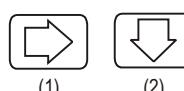

Рис. 2
7.1.3. Переключение между циклами осуществляется с помощью кратковременного (менее 2-х секунд) одновременного нажатия кнопок на крышке процессора (рис. 2).
7.1.5. Также на дисплее может отображаться до 13 параметров, таких как, например, значения счетчиков максимальной энергии. В этом случае для перехода между показаниями используется кнопка (1) (рис. 2 и 4). По достижении последнего показания происходит переход к первому.